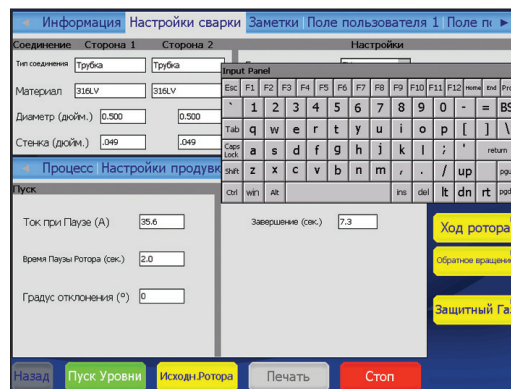

Рис. 15 — Клавиатура на экране
- Пользуйтесь клавиатурой на экране (рис. 15) так же, как и обычной компьютерной клавиатурой.